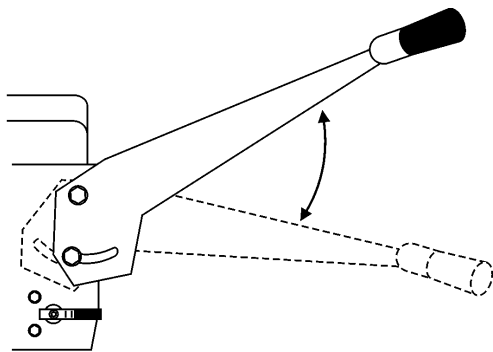

Figura 20. Regolazione dell'altezza dei manici
2. Spostare i manici (figura 20) in alto e in basso, in base alla preferenza dell'operatore.